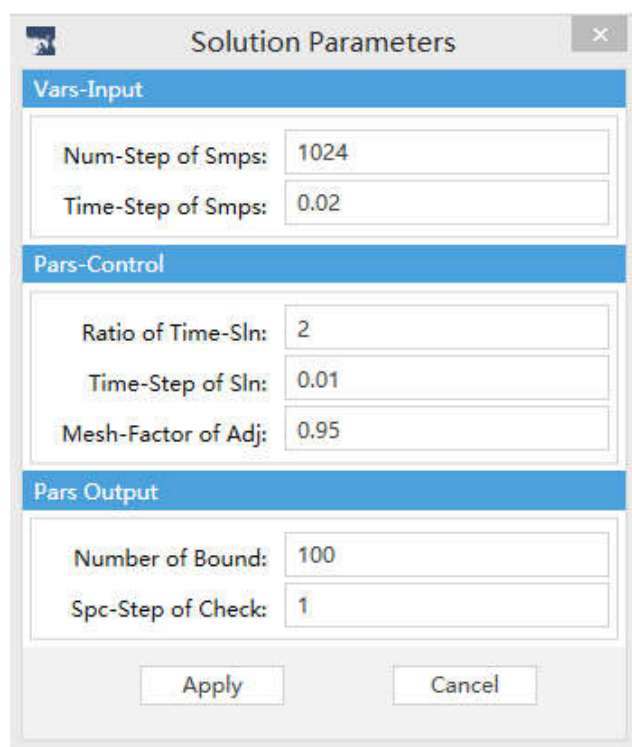

图 2.7 PDEM 求解参数输入对话框
- (2)PDEM 求解参数和可靠度阈值输入：在菜单块 Analysis Type 下点击 Sln Paras 按钮弹出图 2.7 所示的对话框。其中：